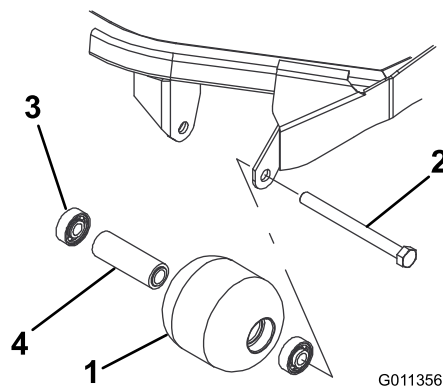

Figura 98
1. Îndepărtați urubul de montare a rolei (Figura 98).
4. Inspectați carcasa rolei, lagărul și distanțierul lagărului pentru a observa dacă sunt deteriorate (Figura 98). Înlocuiți toate componentele deteriorate și montați-le.
1. Apăsai primul lagăr în carcasa rolei (Figura 98). Apăsai doar sau în mod egal pe calea de rulare interioară i exterioară.
2. Introducei distanțierul (Figura 98).
3. Apăsai al doilea lagăr în carcasa rolei (Figura 98). Apăsai în mod egal pe calea de rulare interioară i pe cea exterioară până când calea interioară intră în contact cu distanțierul.